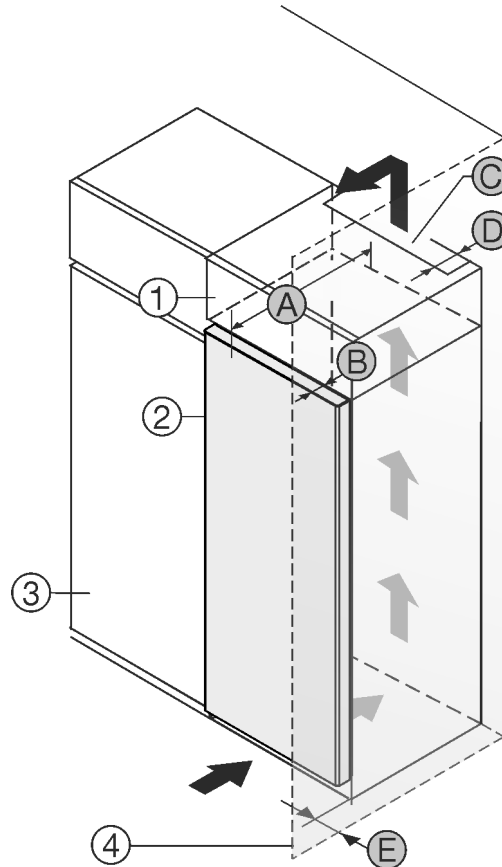

Fig. 1
- (1) Uždedama spintelė *
- (2) Prietaisas *
- (3) Virtuvės spinta *
- (4) Sieną *
- (5) Prietaiso gylis *
- (6) Durų gylis *
- (7) Vėdinimo angos skerspjūvis *
- (8) Atstumas iki galinės prietaiso pusės *
- (9) Atstumas iki prietaiso pusės *
Prietaisą galite statyti iš karto šalia virtuvės spintelės Fig. 1 (3)*.
Galinėje uždedamos spintelės pusėje turi likti tarpas ventiliacijai, kurio gylis Fig. 1 (8) būtų per visą uždedamos spintelės plotį.*
Po patalpos lubomis turi būti laikomasi vėdinimo angos skerspjūvio Fig. 1 (7)*.
Jei prietaisas su lankstais statomas greta sienos Fig. 1 (4), mažiausias atstumas tarp prietaiso ir sienos turi būti 13 mm.*
Jei prietaisas su lankstais statomas greta sienos Fig. 1 (4), mažiausias atstumas tarp prietaiso ir sienos turi būti 20 mm.*
Kad durys atsidarytų iki galo, palyginti su šaldytuvo priekiu, prietaisas turi išsikišti bent per savo durų gylį *Fig. 1 (B)*. Priklausomai nuo virtuvės spintelėlių *Fig. 1 (3)* gylio ir atstumo iki sienos nustatančių detalių naudojimo, prietaisas gali išsikišti daugiau.*